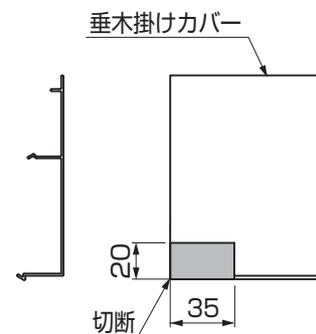

図6-22 ガーデンルームプラスタイプの場合
- ガーデンルームプラスのとき、垂木に側面換気窓を取付ける場合は、垂木掛けカバーに加工が必要です。(図6-22参照)